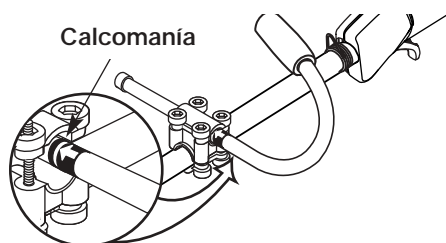

Fig. 3
5. Deslice la manija en J hacia dentro o hacia fuera hasta que la flecha o línea blanca de la calcomanía toque el ensamble de abrazaderas (Fig. 3).